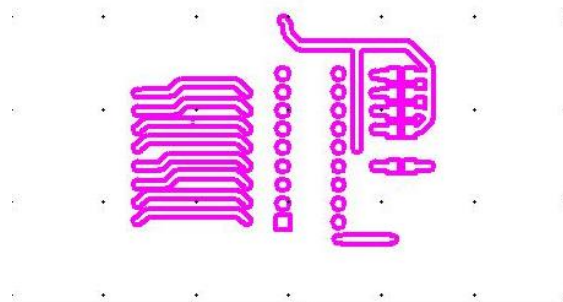

Figura 74. Circuito con capa de aislamiento.
14. Aparece una capa nueva recubriendo las pistas del circuito como se ve en la figura 74.